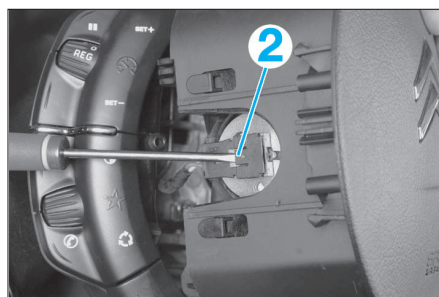

FIG. 2
- A l'aide d'un tournevis fin et plat, soulever l'agrafe (2) pour déverrouiller le connecteur puis le débrancher (Fig.2).